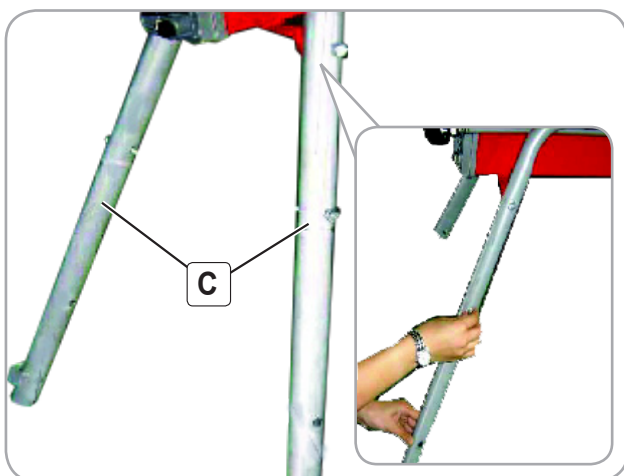

Fig.13
Conform Fig.13, conectați în ordine tija dreapta (C) la tija îndoită pentru a forma coloana stângă, după care blocați poziția. Similar și pentru coloana din dreapta.